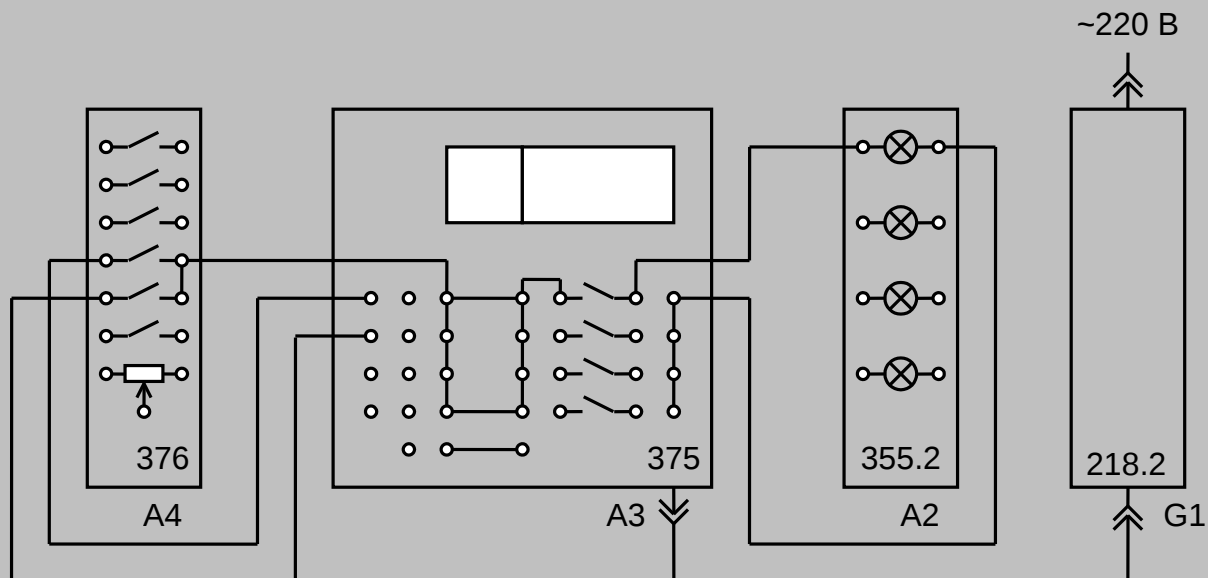

Рис. 5.4.1. Схема подключения логических сигналов к входам (I1 и I2) реле.
Схема подключения логических сигналов (рис. 5.4.1) не отличается от схемы для тестирования основных логических функций. При необходимости число подключенных логических входов можно увеличить или уменьшить.
- Соедините аппаратуру в соответствии со схемой электрической соединений, приведенной на рис. 5.4.1 (5.4.2).